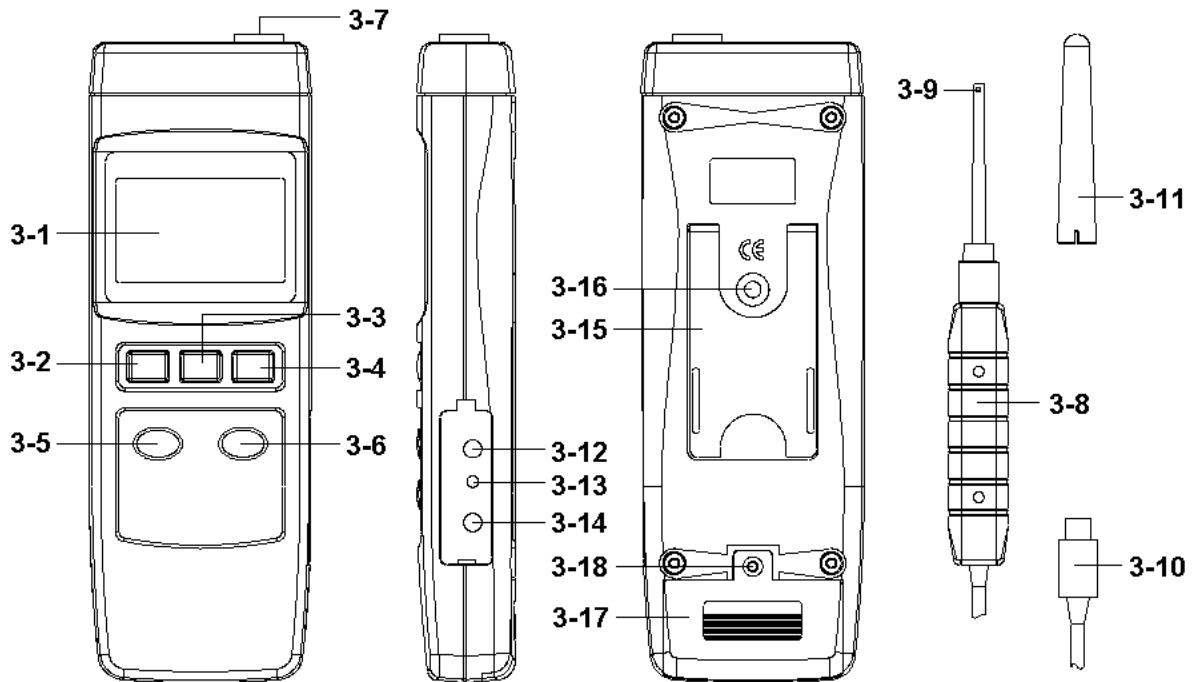

Abbildung 1
- 1) Schalten sie das Messgerät mit der „Power Taste“ (3-2, Abb. 1) ein.
- 2) Drücken sie die „Mode Taste“ (3-6, Abb. 1). Das Display zeigt folge Sequenz an:
* Befestigen sie den Sensor vor der Messung in einer bestimmten Position. Halten sie die „Zero Taste“ (3-5, Abb. 1) für mindestens 2 Sekunden gedrückt bis das Display gleichzeitig den Wert „0“ und das Symbol „0“ anzeigt. Dann können sie die Taste loslassen.
Wenn sie während einer Messung die „Hold Taste“ (3-3, Abb. 1) einmal betätigen, wird der gemessene Wert eingefroren und mit einem „HOLD“ Symbol angezeigt.
* Die Data Record Funktion speichert das Maximum und Minimum einer Messung. Drücken sie die „REC Taste“ (3-4, Abb.1) einmal um die Data Record Funktion zu starten und es wird ein „REC“ Symbol auf dem Display angezeigt.
Halten sie die „SET Taste“ (3-6, Abb. 1) für mind. 2 Sekunden gedrückt um ins „Erweiterte Einstellungen“ (Advanced Setting) Menü zu gelangen. Zum Auswählen der beiden möglichen Funktion drücken sie die „SET Taste“ erneut. Das Display zeigt folgende Funktionen an:
- 1) Benutzen sie die „AC/DC Taste“ (3-5, Abb. 1) oder die „RANGE Taste“ (3-6, Abb. 1) um den oberen Wert auf „yes“ oder „no“ zu ändern.
Während das Gerät eingeschaltet ist, drücken sie die „Reset Taste“ (3-13, Abb. 1) mit einem spitzen Gegenstände (Nadel o.ä.) für einen Moment und das System wird zurückgesetzt. Sollten sie das System neugestartet haben werden die „Erweiterten Einstellungen“ auf die Standartwerte zurückgesetzt.
Das Messgerät hat eine RS232 Schnittstelle via 3,5 mm Klinkenstecker (3-12, Abb. 1). Der Datenausgang ist ein 16 Stellen Datenübertragung, welche für benutzerspezifische Anwendungen genutzt werden kann. Ein RS232 Anschluss mit der folgenden Belegung wird benötigt um das Gerät mit einer seriellen Schnittstelle am PC zu verbinden.